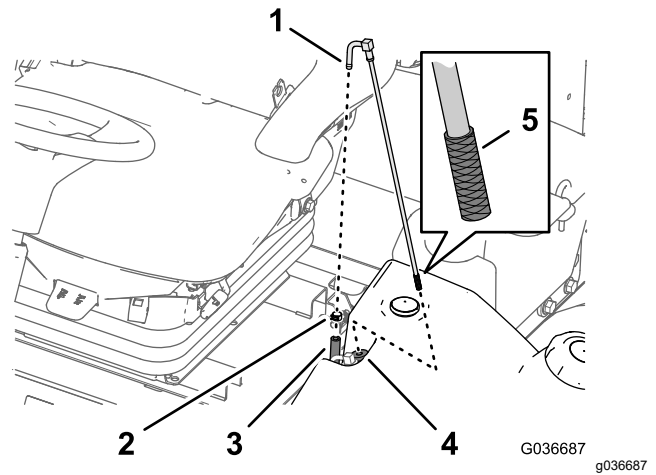

Figura 90
2. Separate il flessibile dal raccordo (Figura 90).
3. Sollevate il tubo di adduzione del carburante dal serbatoio del carburante (Figura 90).
4. Pulite eventuali detriti dalla griglia all'estremità del tubo di adduzione del carburante (Figura 90).
5. Inserite il tubo di adduzione del carburante attraverso la boccola in gomma e nel serbatoio (Figura 90).
1. Rimuovete la fascetta stringitubo che fissa il flessibile di alimentazione del carburante al raccordo del tubo di adduzione del carburante (Figura 90).